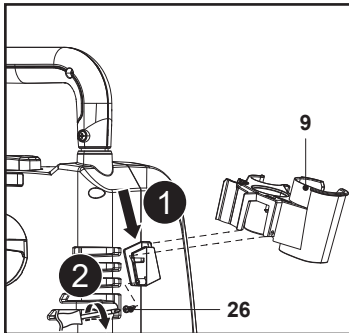

Fig. 1
1. Faire glisser le support de fixation (9) sur son emplacement et aligner les trous de montage, puis fixer le raccord avec la vis (ST3,5 x 13) (25) à l'aide d'un tournevis cruciforme adapté (non fourni) (Fig. 1).